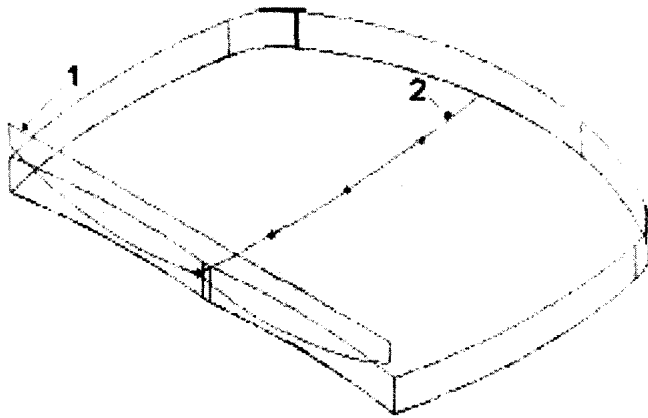

图 2.4 扫描基本图
- (1) 通过 Alt+S 快捷键，关闭渲染。
- (2) 从 Solid menu 中选取 Sweep 屏幕显示 Chaining Method 菜单。
- (3) 在图 2.4 所示“1”的位置选择几何图形。
- (4) 选择 Done，系统提示选择 Sweep 路径。
- (5) 在图 2.4 示“2”的位置选择几何图形，打开 Sweep chain 对话框。